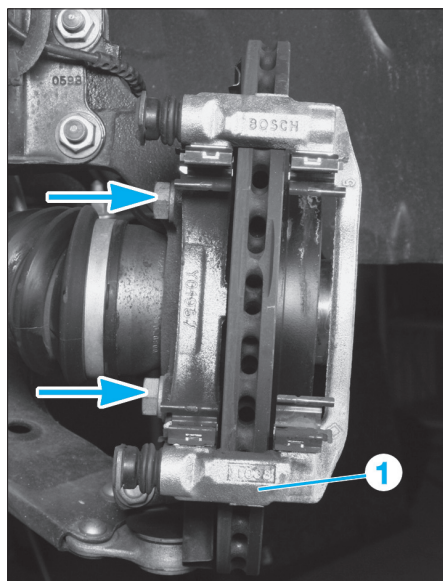

Fig. 6
- Déposer les vis (flèches) du support d'étrier (1) (Fig.6).